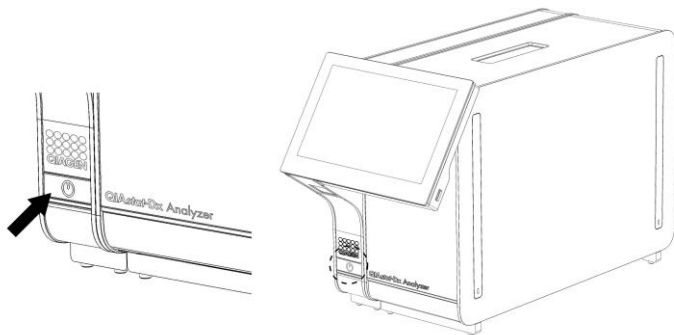

图 22. 按下通断按钮启动仪器。
1. 按下 QIAstat-Dx Analyzer 1.0 前侧的通断按钮启动装置（图 22）。